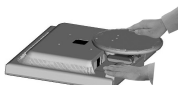

Figura 1
1. Sistemare il monitor a faccia in giù su una superficie non abrasiva (**Figura 1**).